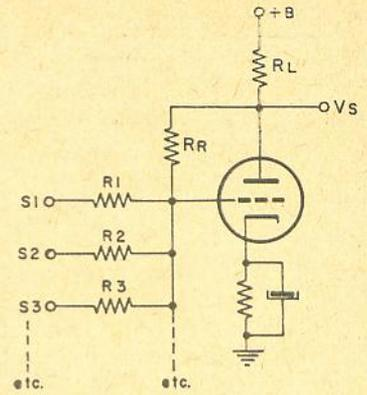

Figura 6
desempenhada para uma só válvula em disposição seguidor de anodo, como ilustrado na figura 6. Se a impedância de saída da válvula é muito menor que R_r , e a impedância do gerador de entrada é menor que R_e , teremos uma relação de realimentação igual a $R_e / (R_e + R_r)$ fazendo com que o ganho da grade à saída seja $1/\beta = R_e / (R_e + R_r)$. Porém, o sinal, quando chega à grade é reduzido por um fator igual a $R_r / (R_e + R_r)$ pelo elo divisor; teremos assim um ganho total expresso por (5)